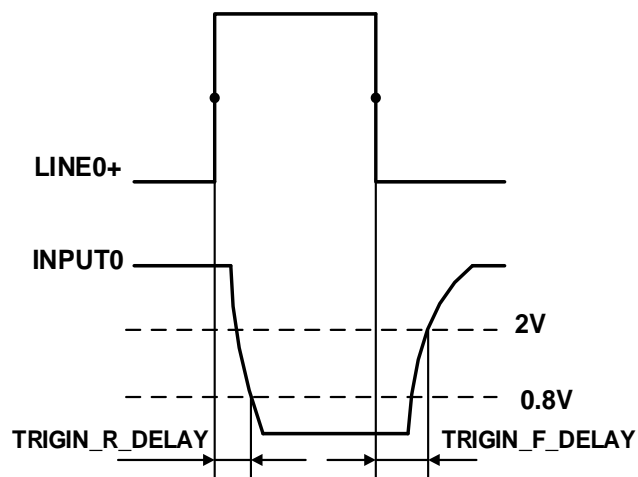

图 7-15 光耦隔离输入电路参数
- 上升沿延时时间： $<50\mu\text{s}$ ($0^{\circ}\text{C}\sim 45^{\circ}\text{C}$)，参数说明见图 7-15
- 下降沿延时时间： $<50\mu\text{s}$ ($0^{\circ}\text{C}\sim 45^{\circ}\text{C}$)，参数说明见图 7-15
- 输入上升沿延时： $<2\mu\text{s}$ ($0^{\circ}\text{C}\sim 45^{\circ}\text{C}$)，参数说明见图 7-15
- 输入下降沿延时： $<2\mu\text{s}$ ($0^{\circ}\text{C}\sim 45^{\circ}\text{C}$)，参数说明见图 7-15